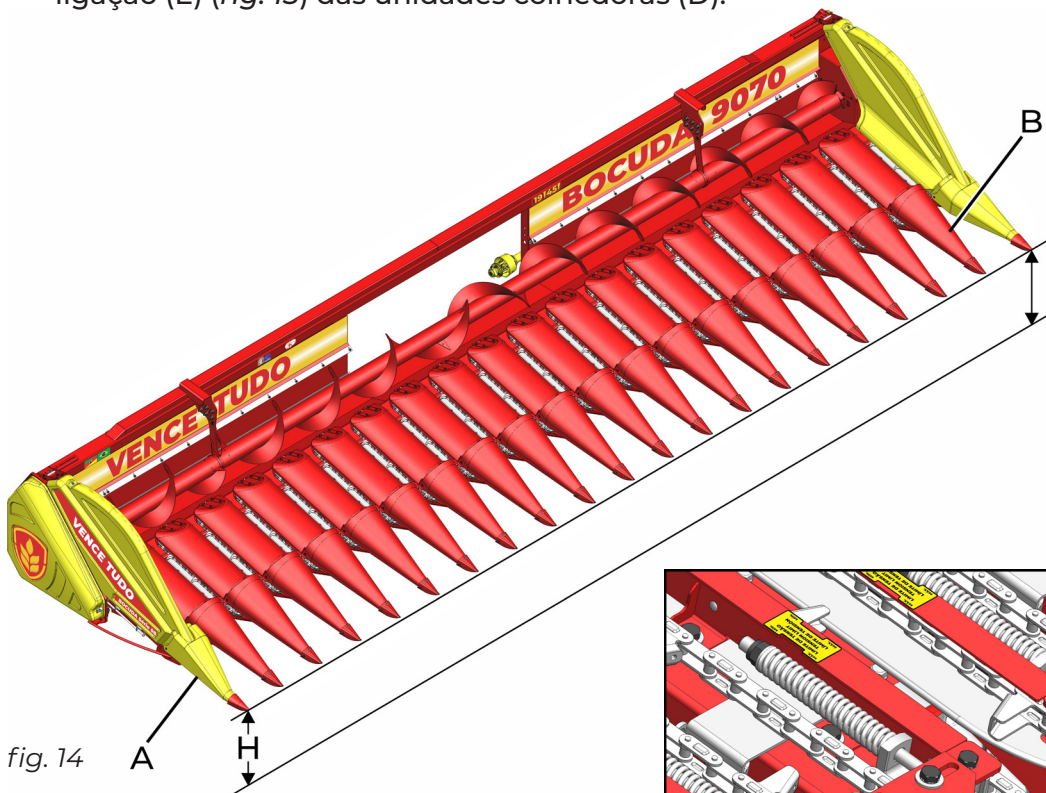
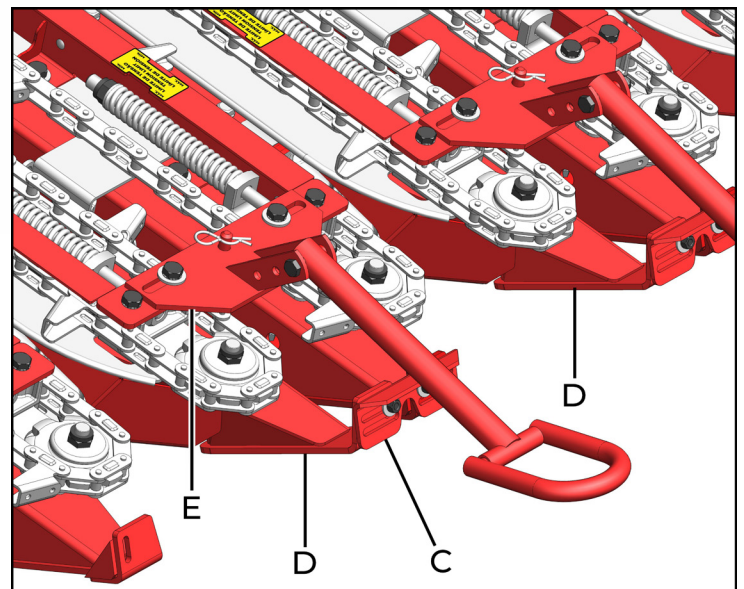

fig. 14
fig. 15
1. Inicie por um dos bicos laterais (A) (fig. 14) da plataforma e ajuste os demais por meio deste;
2. Desloque para cima ou para baixo, o suporte regulador (C) (fig. 15) fixado na unidade colhedora (D), até atingir a angularidade desejada nos bicos centrais (B) (fig. 14);
3. Se ainda assim não foi alcançada a angularidade desejada, utilize a furação extra do tirante de ligação (E) (fig. 15) das unidades colhedoras (D).
Em casos de condições severas de colheita, os bicos laterais (A) (fig. 14, página 35) devem ser mantidos 40 mm mais elevados que os bicos centrais (B), e estes devem estar em perfeito alinhamento por toda extensão da plataforma. Se sua plataforma possui sensor de altura, é indicado para as carenagens que possuem a haste do sensor, que estas sejam mantidas 15 mm mais baixas que as demais carenagens, afim de otimizar o sistema.